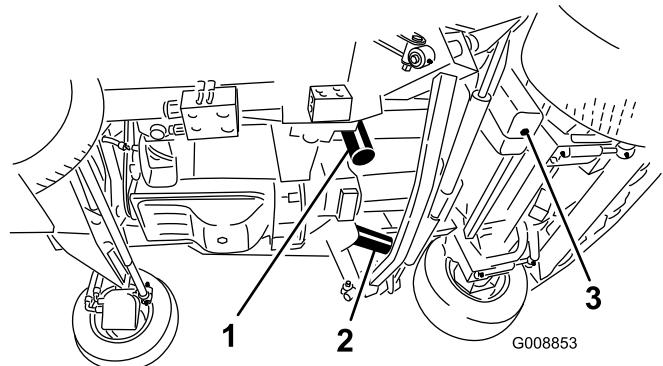

Figure 89
3. Retirez le bouchon de vidange (Figure 89) situé sur le côté du réservoir et laissez l'huile s'écouler dans le bac de vidange. Remettez le bouchon de vidange en place lorsque la vidange est terminée.
5. Placez un bac de vidange sous le filtre et enlevez le filtre (Figure 89).